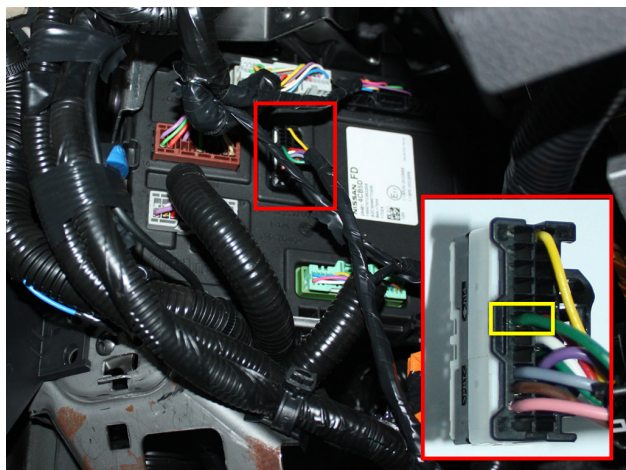

Рис.2 Подключение стартера
2. Осуществите подключение цепей автозапуска. Подключение к автомобилю производится у блока VCM слева от руля (см. рис.2, 3). Подключение цепей возможно как с релейным модулем TEC-4540, так и без него. (см. рис. 4).